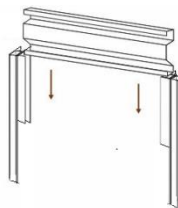

Рис.3
- Угловую ножку (6.) рис1. установить в землю, где планируете размещение парника. Внимание!!! Вторую ножку разместить по ширине парника на расстояние длины оцинкованного борта (4.) размером 1,07*0,15м (смотреть рис.3.).
- Борт (4.) вертикально опустить между ножками рис.3